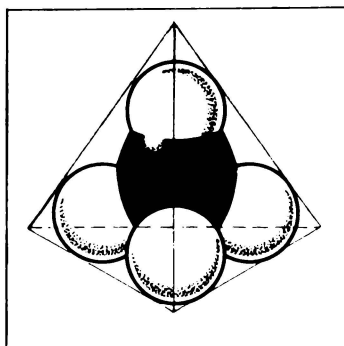

Рис. 43. Модель молекулы метана легко вылепить из пластилина.
4. Вылепите модель молекулы метана из пластилина (см. рис. 43). Примите во внимание, что диаметр атома углерода в 1,5 раза больше диаметра атома водорода.